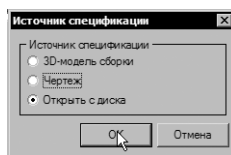

Рисунок 104
13. Нажмите на панели инструментов **Программы – Импорт комплектования КОМПАС**. В окне **Источник спецификации** (рис. 104) выберите в качестве источника **Открыть с диска** и нажмите кнопку **ОК**.